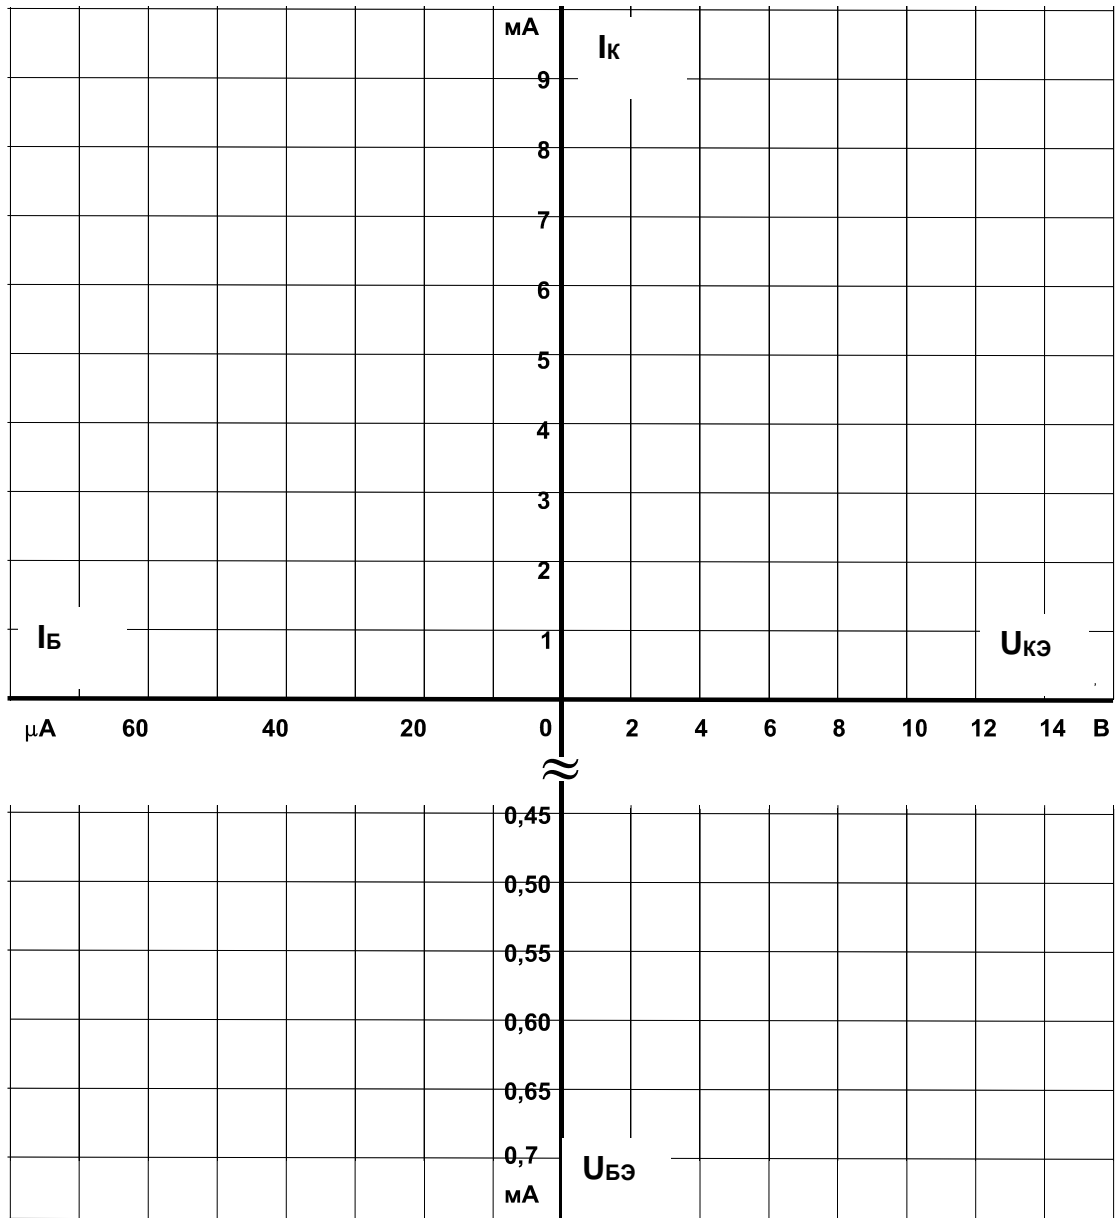

Рис. 4.3.3
- На рис. 4.3.3 постройте графики семейства выходных характеристик  $I_{К}(U_{КЭ})$  и семейство характеристик обратной связи  $U_{БЭ}(U_{КЭ})$ , не забыв указать какому току базы соответствует каждая кривая.
- На рис. 4.3.3 постройте графики входных  $I_{Б}(U_{БЭ})$  и регулировочных  $I_{К}(I_{Б})$  характеристик, указав для каждой кривой соответствующие значения  $U_{КЭ}$ .